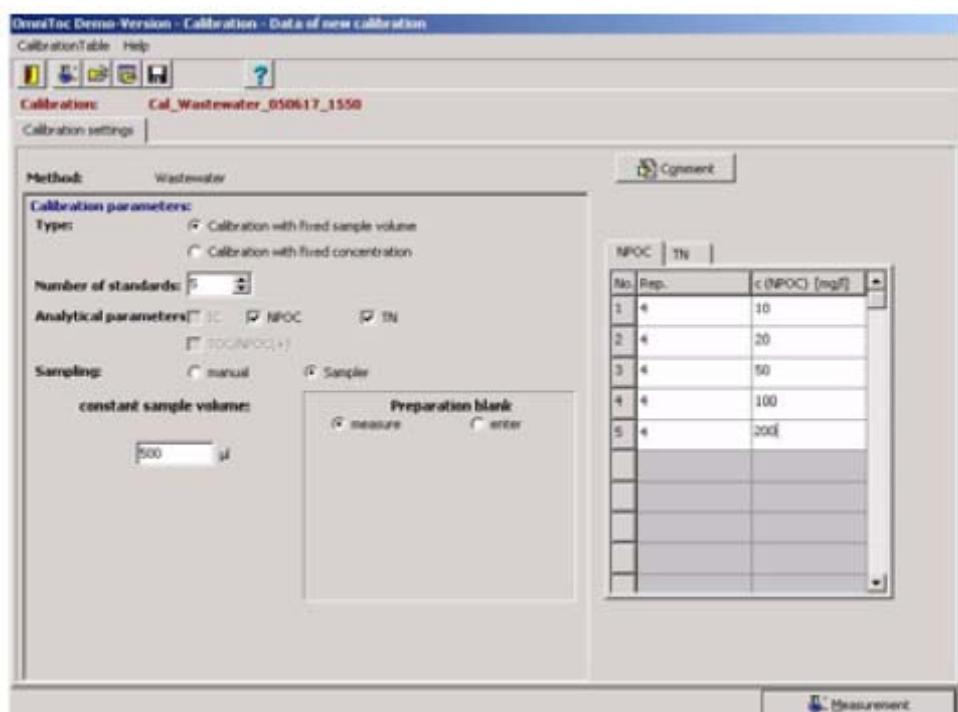

图46 Calibration–Data of New Calibration (标定——新标定数据) 窗口
3. 选择待标定的方法（5.7.3）或者载入一个已有的标定表。按屏幕提示进行操作。当待标定的方法已经载入或者已有的标定表已经打开，**Calibration—Data of new calibration**（标定——新标定数据）窗口将打开（图46）。
只有在内部或外部固体测定模块存在或者手动处理样品的情况下才能对固体测试进行标定。标定操作步骤详见5.9。推荐的标定类型是固定浓度的标定（图46）。